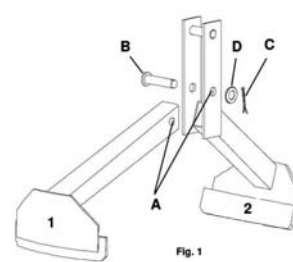

Fig. 1
2.1. La pince lève-fûts est fournie démontée ; il est par conséquent nécessaire d'assembler ses deux parties (1 et 2) en faisant coïncider les orifices (A). Insérer ensuite la tige (B), placer la rondelle (D) et introduire le goujon (C) dans l'orifice de la tige, en repliant celui-ci pour l'empêcher de ressortir de la tige. La pièce (1) doit pouvoir pivoter librement (fig. 1).